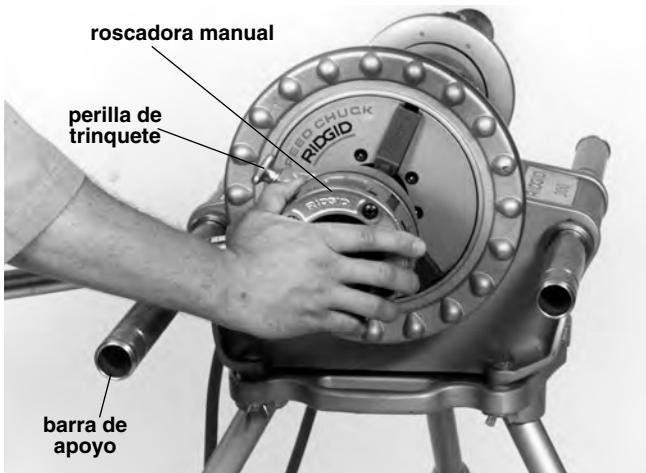

Figura 7 – Introducción de la roscadora manual en el tubo para engranar las terrajas
3. Pose el mango de trinquete de la roscadora manual sobre la barra de apoyo izquierda (vista desde la parte delantera del Accionamiento Autopropulsado - Figura 7).
8. Con la palma de su mano derecha, empuje el cabezal de terrajas contra el tubo hasta que las terrajas engranen la pieza de trabajo. Una vez engranadas, las roscas serán labradas a medida que las terrajas se trasladan hasta el final del tubo (*Figura 7*).